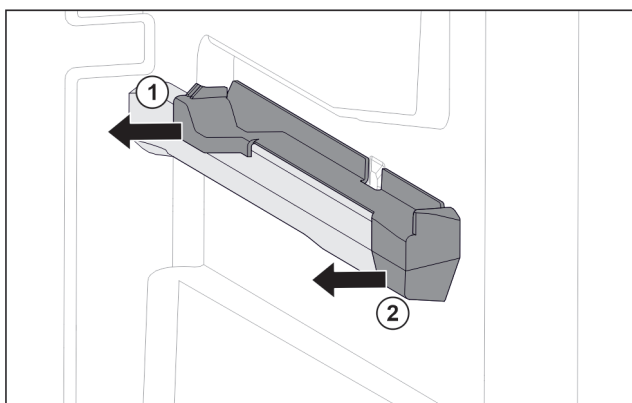

Fig. 146 Aufsteckteil auf der rechten Behälterrippe
- Aufsteckteil hinten zur Seite abziehen. Fig. 146 (1)
- Aufsteckteil vorne zur Seite abziehen. Fig. 146 (2)